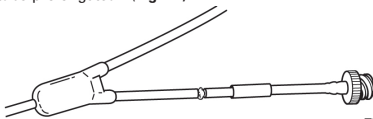

Fig. 13
4. Appliquer l'adhésif à la jonction. (Fig. 13)